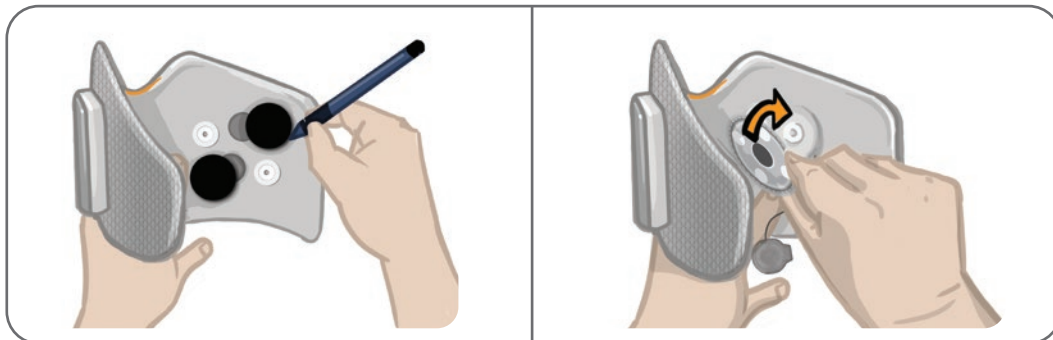

Bild 8-7: Markera positionen för elektrodbasen (vänster)
2. Markera platsen för de använda elektrodbaserna på manschettfodret med en märkpenna. Se bild 8-7.